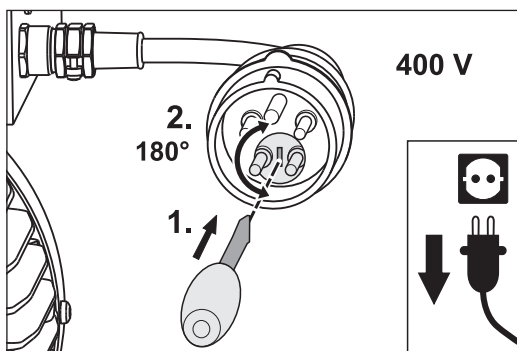

Abb. 22 Zur Änderung der Drehrichtung des Motors den Phasenwender um 180° verdrehen.
- 2 Stecken Sie einen Schraubendreher in den Schlitz des Phasenwenders im Stecker des Motorkabels (Abb. 22, 1.).
Durch Druck mit dem Schraubendreher wird der Phasenwender entriegelt und muss dann gleichzeitig um 180° gedreht werden (Abb. 22, 2.).
Der Phasenwender muss durch Überwindung eines geringen Widerstands um 180° gedreht werden (Abb. 22, 2.).